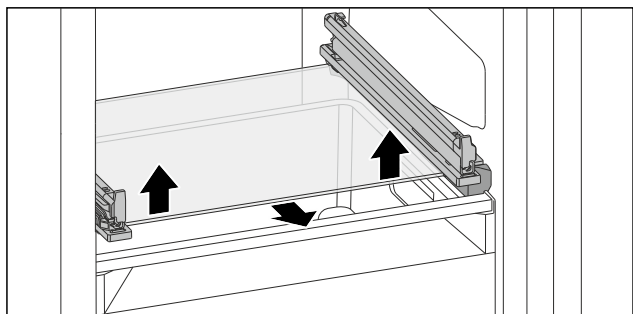

Fig. 140 Γυάλινο ράφι του ανακλινόμενου συρταριού
- Πιέστε το γυάλινο ράφι από κάτω και στις δύο πλευρές προς τα επάνω. (βλέπε Fig. 140)